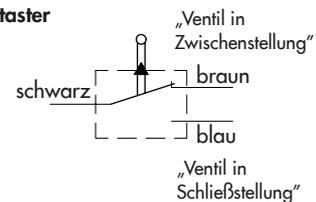

Bild 5: Handverstellung Hv,
Beim Do2 ist anstelle des 2. Anschlusses (Thermostat) eine Handverstellung eingesetzt (vgl. Bild 5).
Die Handverstellung Hv ist am Anschluss c (Thermostatanschluss) angebaut (vgl. Bild 5). Durch Drehen des Handrades (8.1) wird der Stift (8.2) ein- und ausgefahren und wirkt über den Hebel (6) auf den Übertragungsstift (5) und die Kegelstange (10.1).